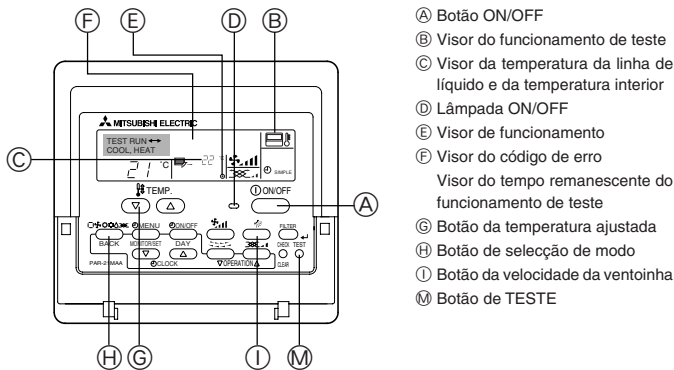

Fig. 7-1
7.2.1. Utilizar o controlo remoto com fio (Fig. 7-1)
- ① Ligue a alimentação pelo menos 12 horas antes do ensaio.
- ② Prima o botão [TEST] duas vezes. ➡ visor de cristal líquido "TEST RUN" (Teste)
- ③ Prima o botão [Mode selection] (Modo de selecção). ➡ Certifique-se de que está a sair vento.
- ④ Prima o botão [Mode selection] e mude para o modo de arrefecimento (ou aquecimento). ➡ Certifique-se de que é soprado vento frio (ou quente).
- ⑤ Prima o botão [Fan speed] (Velocidade do Vento). ➡ Certifique-se de que a velocidade do vento é mudada.
- ⑥ Verifique o funcionamento da ventoinha da unidade exterior.
- ⑦ Saia do ensaio ao premir o botão [ON/OFF]. ➡ Stop
- ⑧ Registo de um número de telefone.